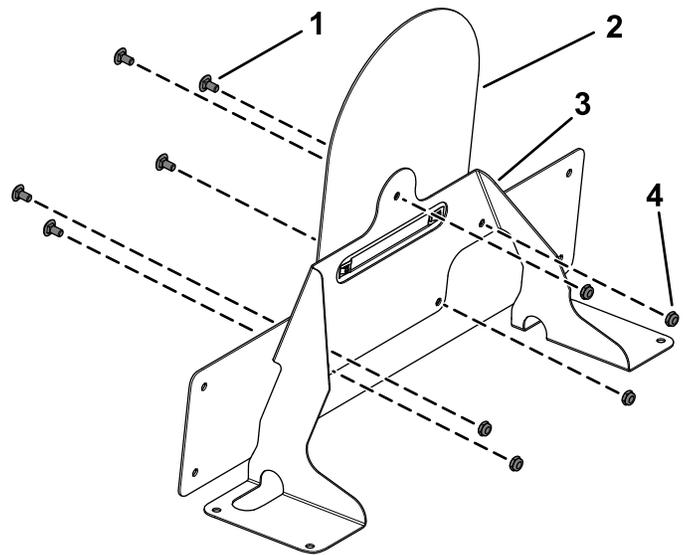

**Bild 21**
7. Bringen Sie einen Geschwindigkeitsaufkleber auf der Halterung der Geschwindigkeitsplatte an (Bild 21).